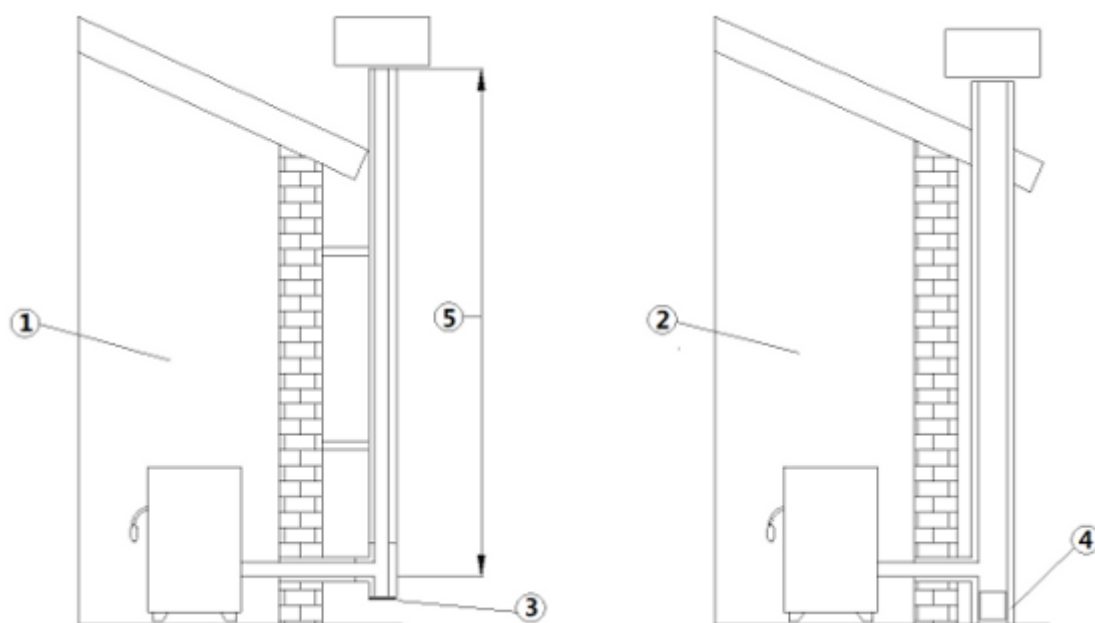

Fig. 2 - Canne fumarie
LEGENDA Fig. 2 a pag. 5
- La canna fumaria deve essere singola (vedi **Fig. 2 a pag. 5**) con tubi inox isolati (1) o su canna fumaria esistente (2).
- Entrambi le soluzioni devono avere un tappo d'ispezione (3) e/o portina d'ispezione (4).